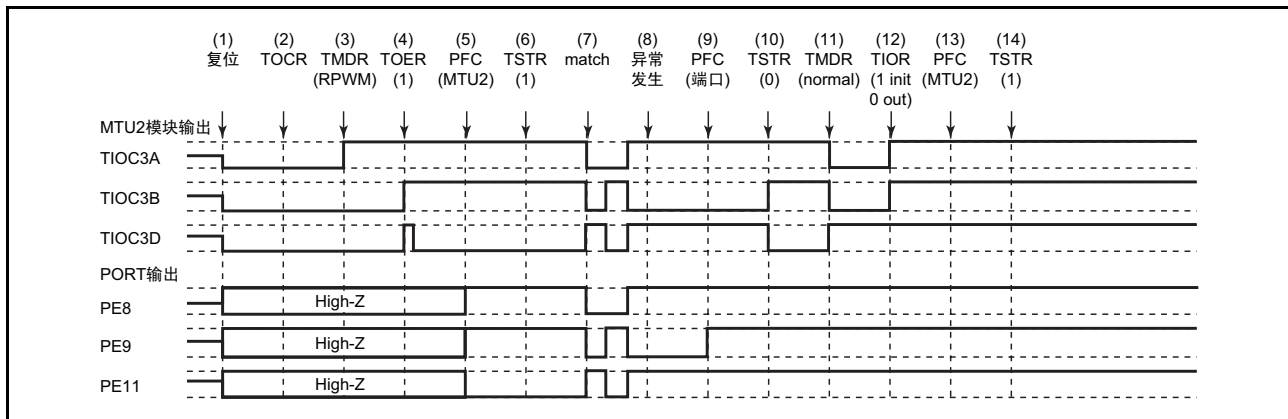

图 12.140 在复位同步 PWM 模式中发生异常并且在正常模式中恢复的情况
在复位同步 PWM 模式中发生异常并且重新设定后在正常模式中重新开始时的说明如图 12.140 所示。
(1) ~ (10) 和图 12.140 共用。
(11) 必须设定 PWM 模式 1（此模块输出的正相为低电平，反相为高电平）。
(12) 必须通过 TIOR 对引脚进行初始化（在 PWM 模式 1 中不对 TIOC*B 进行初始化）。
(13) 必须通过通用输入/输出端口设定为此模块的输出。
(14) 通过 TSTR 重新开始。
(28) 在复位同步 PWM 模式的运行发生异常并且在互补 PWM 模式中重新开始时的运行
(11) 必须通过 TOER 禁止通道 3 和通道 4 的输出。
(12) 必须通过 TOCR 选择互补 PWM 的输出电平以及允许或者禁止周期输出。
(13) 设定互补 PWM（此模块的周期输出引脚为低电平）。
(14) 必须通过 TOER 允许通道 3 和通道 4 的输出。
(15) 必须通过通用输入/输出端口设定为此模块的输出。
(16) 通过 TSTR 重新开始。
(29) 在复位同步 PWM 模式的运行过程中发生异常并且在复位同步 PWM 模式中重新开始时的运行
- (1) ~ (10) 和图 12.140 共用。
- (11) 必须通过通用输入/输出端口设定为此模块的输出。
- (12) 通过 TSTR 重新开始。
- (13) 在比较匹配时输出复位同步 PWM 波形。